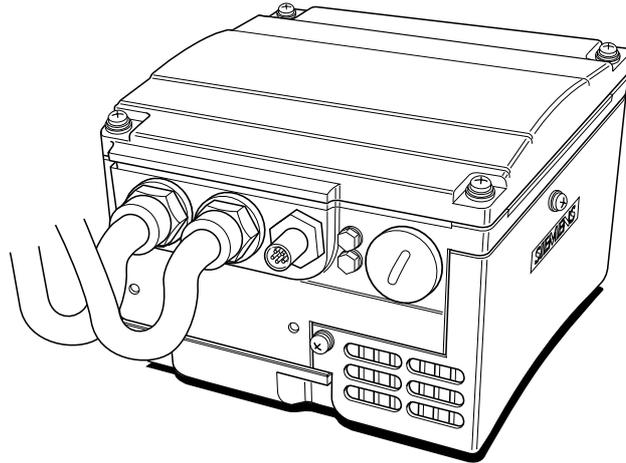

Figura 7 Cables de conexión con lazo de goteo (Se muestra el tamaño A)
- (1) Ver la tabla de datos de la sección 8.7 para la sección necesaria de los cables.
- (2) Se recomienda cablear la potencia y el control de la forma indicada en la Figura 7).